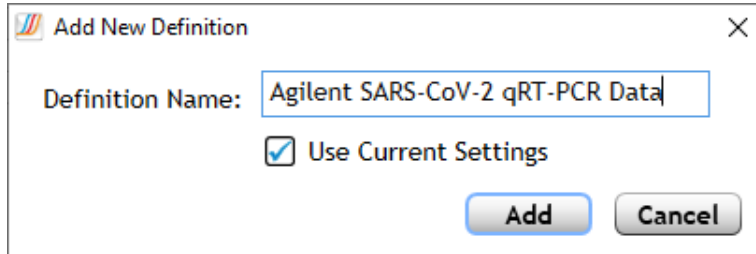

Figura 26 Finestra di dialogo Add New Definition
- c Nel campo Definizione name, digitare **Agilent SARS-CoV-2 qRT-PCR Data**. Fare riferimento alla **Figura 26**.